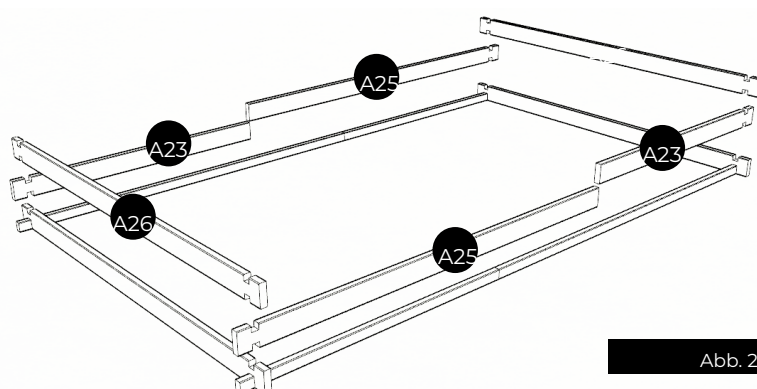

Abb. 2
2. REIHE DER BRETTER: • Legen Sie die Bretter der zweiten Reihe gemäß Abbildung 2 ein. • Zum fachgerechten Verbinden der Bretter finden Sie im Bausatz einen Holzkeil. Schlagen Sie niemals direkt auf die Bretter – dies könnte die Zapfen beschädigen und die Stabilität beeinträchtigen. Verwenden Sie auch kein Metallwerkzeug, da dies das Holz dauerhaft schädigen würde. • Achten Sie darauf, die Bretter von Beginn an fest zusammenzusetzen. Zwischen den Reihen dürfen keine Lücken entstehen, damit die oberen Bretter später exakt passen.